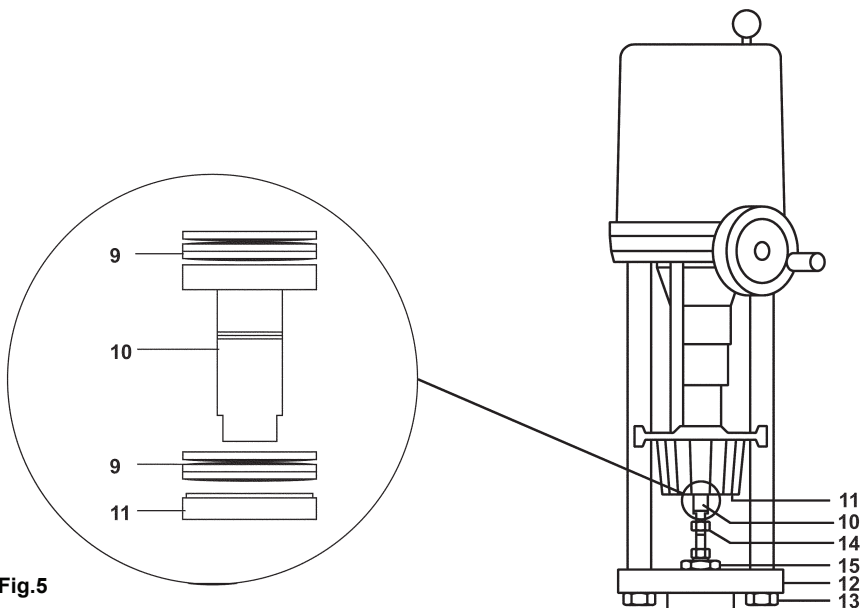

Fig.5
Nell'unità sono presenti 2 set di 3 molle a tazza, che devono essere assemblate nell'ordine corretto; il lato convesso di una molla deve essere montata sul lato convesso della molla successiva. Viceversa, il lato concavo della molla deve essere assemblato sul lato concavo della molla successiva. Inserire il primo set di molle (9, vedi fig. 5) all'interno dell'adattatore di montaggio dell'attuatore. Dopodiché spingere l'adattatore della valvola (10) entro l'elemento di montaggio dell'attuatore in modo che le molle siano spinte in alto verso l'apice. Spingere manualmente il secondo set di molle a disco (9) sul dado dell'adattatore (11) all'interno dell'attuatore. Il dado deve essere avvitato finché l'adattatore non sia tenuto saldamente all'interno dell'attuatore, ma non talmente stretto da non poter permettere la rotazione dell'adattatore.
E' importante che, mentre si compie il serraggio manuale della ghiera di fissaggio, l'otturatore della valvola non deve essere entro la sua sede. Assicurarsi che un anello marcatore sporga circa 1 mm sotto la ghiera di fissaggio (11) come mostrato nell'ingrandimento di Fig. 5.